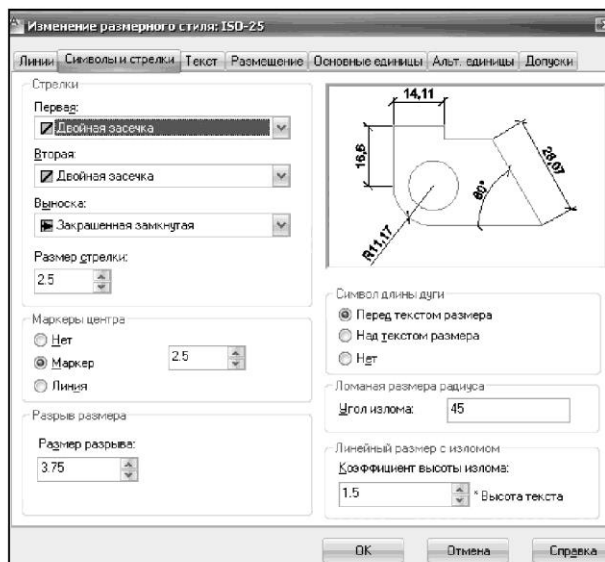

Рисунок 27. Диалоговое окно «Новый размерный стиль», вкладка «Символы и стрелки»
- Вкладка «Символы и стрелки» в поле «Размерные стрелки» необходимо установить вид стрелки (*двойная засечка*) и указать ее размер (рис. 27). Все изменения будут отражены в диалоговом окне на примере.